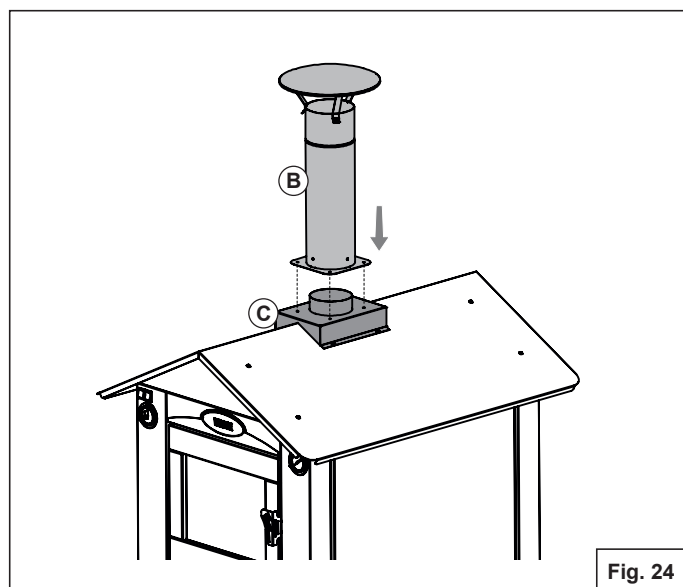

Fig. 24
Posizionare il comignolo (B) sul proprio alloggiamento (C) (Fig.24).